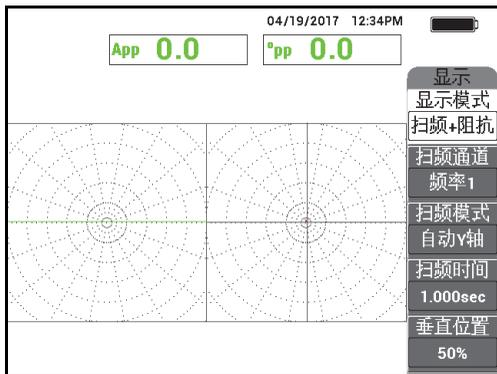

图 5-230 扫频 + 阻抗显示
6. 按显示菜单键 (□), 然后按**显示模式** (功能键 A), 然后再转动旋钮, 直到显示**扫频 + 阻抗** (参见第 272 页的图 5-230)。